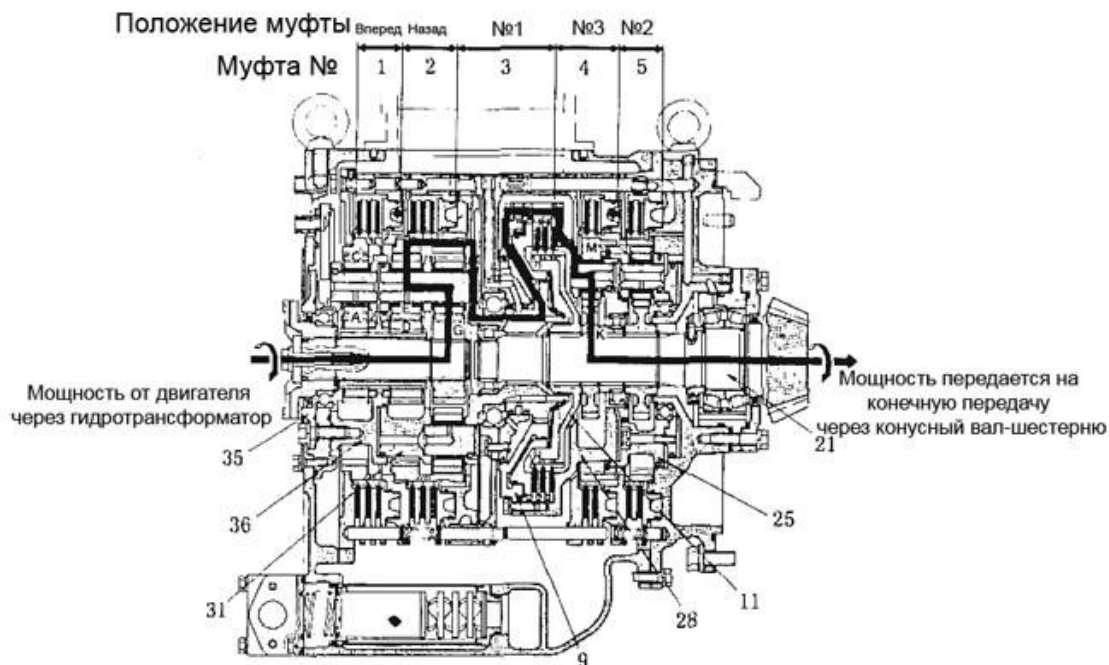

Рис. 5-24
3. Вперед, 3-я скорость (Рис. 5-24)